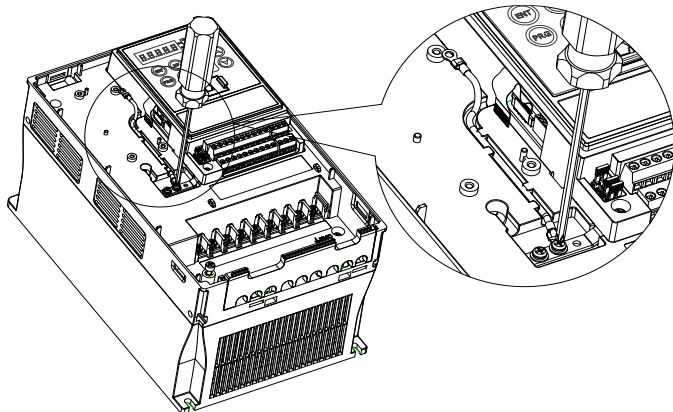

图 2-2 地线安装示意图
- 2) 地线安装: 如图 2-2 所示, 附件安装地线, 其中一端用 M3X10 组合螺钉固定在主机的接地支架上; 地线压入塑壳线槽内。